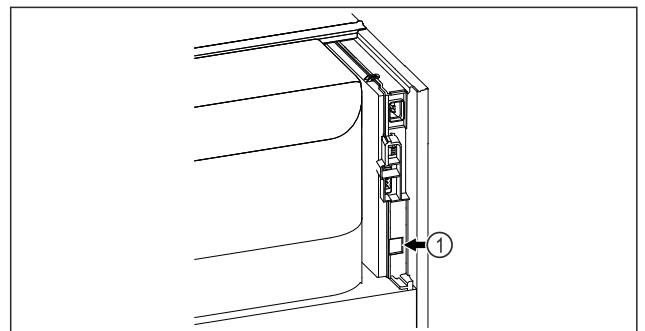

Fig. 77
- ☐ Vstavljen je SmartModule Fig. 77 (1).